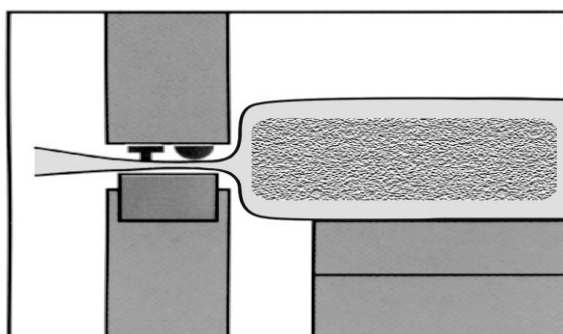

Fig. 2
- Coloque la bolsa que contiene el producto en la zona de evacuación. El producto en la bolsa debe estar lo más cerca posible de la barra de sellado (ver Fig. 2) para mejorar la apariencia y permitir un mejor cierre del producto.